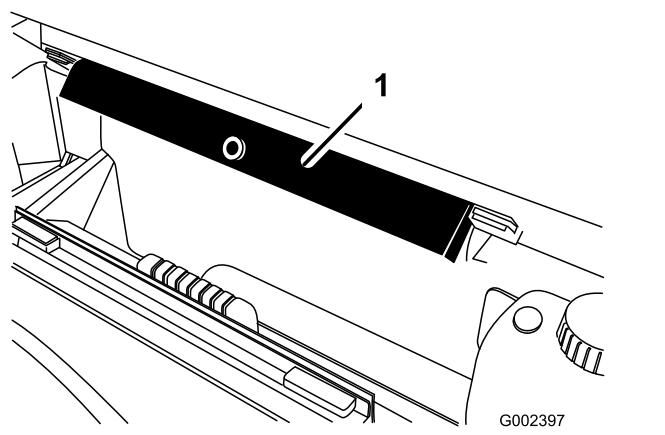

Bild 11
8. Nehmen Sie die Ladepritschenstütze aus den Einlagerungshalterungen hinten an der Überrollschutzplatte (**Bild 11**).